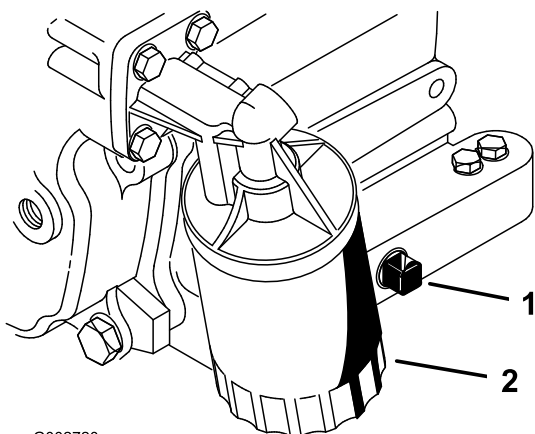

図 16
2. ドレン・プラグ（図 16）を外してオイルを容器に受ける。オイルが抜けたらドレン・プラグを取り付ける。
3. オイルフィルタ（図 16）を外す。新しいフィルタのガスケットに薄くエンジン・オイルを塗る。